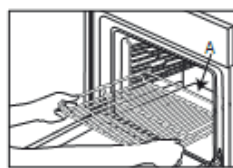
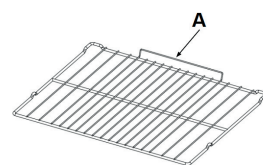

Abb. 1A
Abb. 1B
1. Schieben Sie den Rost mit dem erhöhten Teil "A" nach oben zeigend waagrecht ein (Abb. 1A, Abb. 1B).